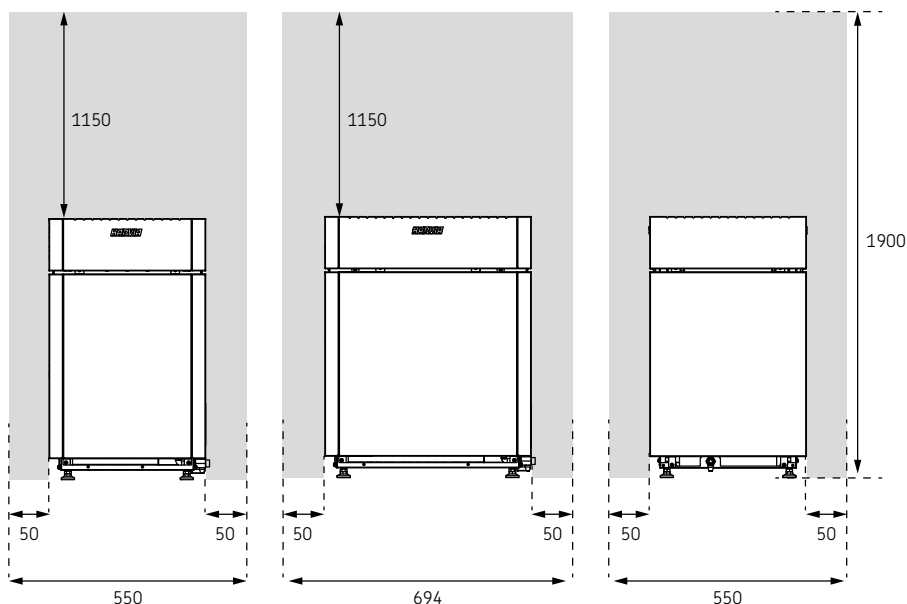

Figura 1. Distanza di sicurezza
- Le distanze minime di protezione dal materiale combustibile sono indicate nella figura (Figura 1. Distanza di sicurezza).
- Se viene installata una barriera di protezione attorno alla stufa per sauna, devono essere rispettate le distanze di sicurezza indicate nella figura (Figura 1. Distanza di sicurezza) o nelle istruzioni di installazione per la barriera di protezione.